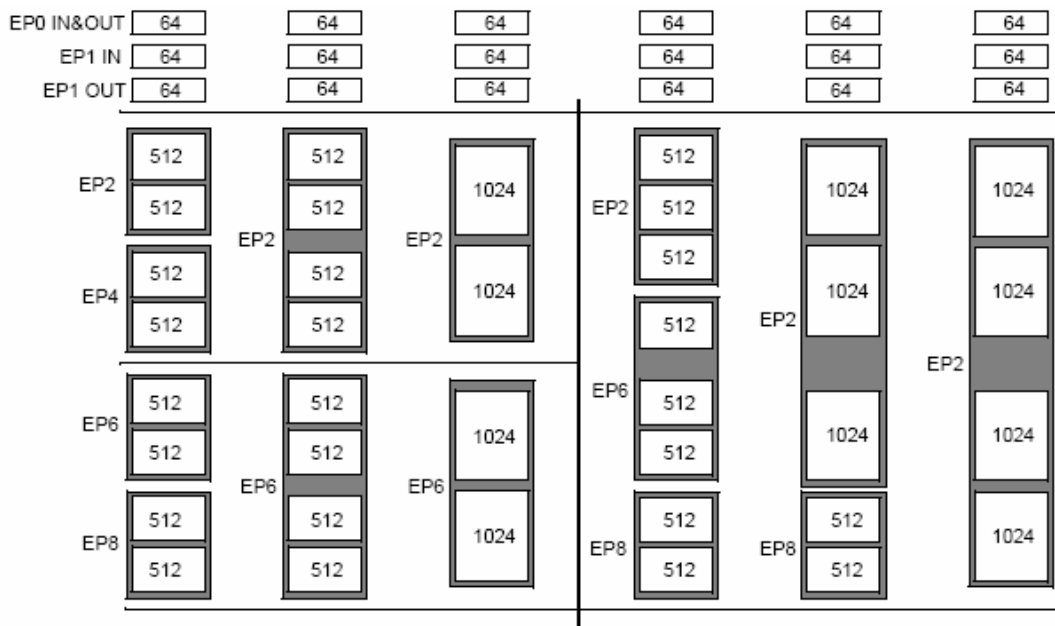

图 2.14 FX2 端点缓冲区设置
- EP2,EP4,EP6,EP8，端点 2、4、6、8，共用 8 个 512 字节缓冲区，可以设置为中断，批量和等时传输类型，端点 2 和 6 可以设置为双缓冲，三缓冲和四缓冲，缓冲区大小可设置为 512 字节或 1024 字节，设置见图 2.14。